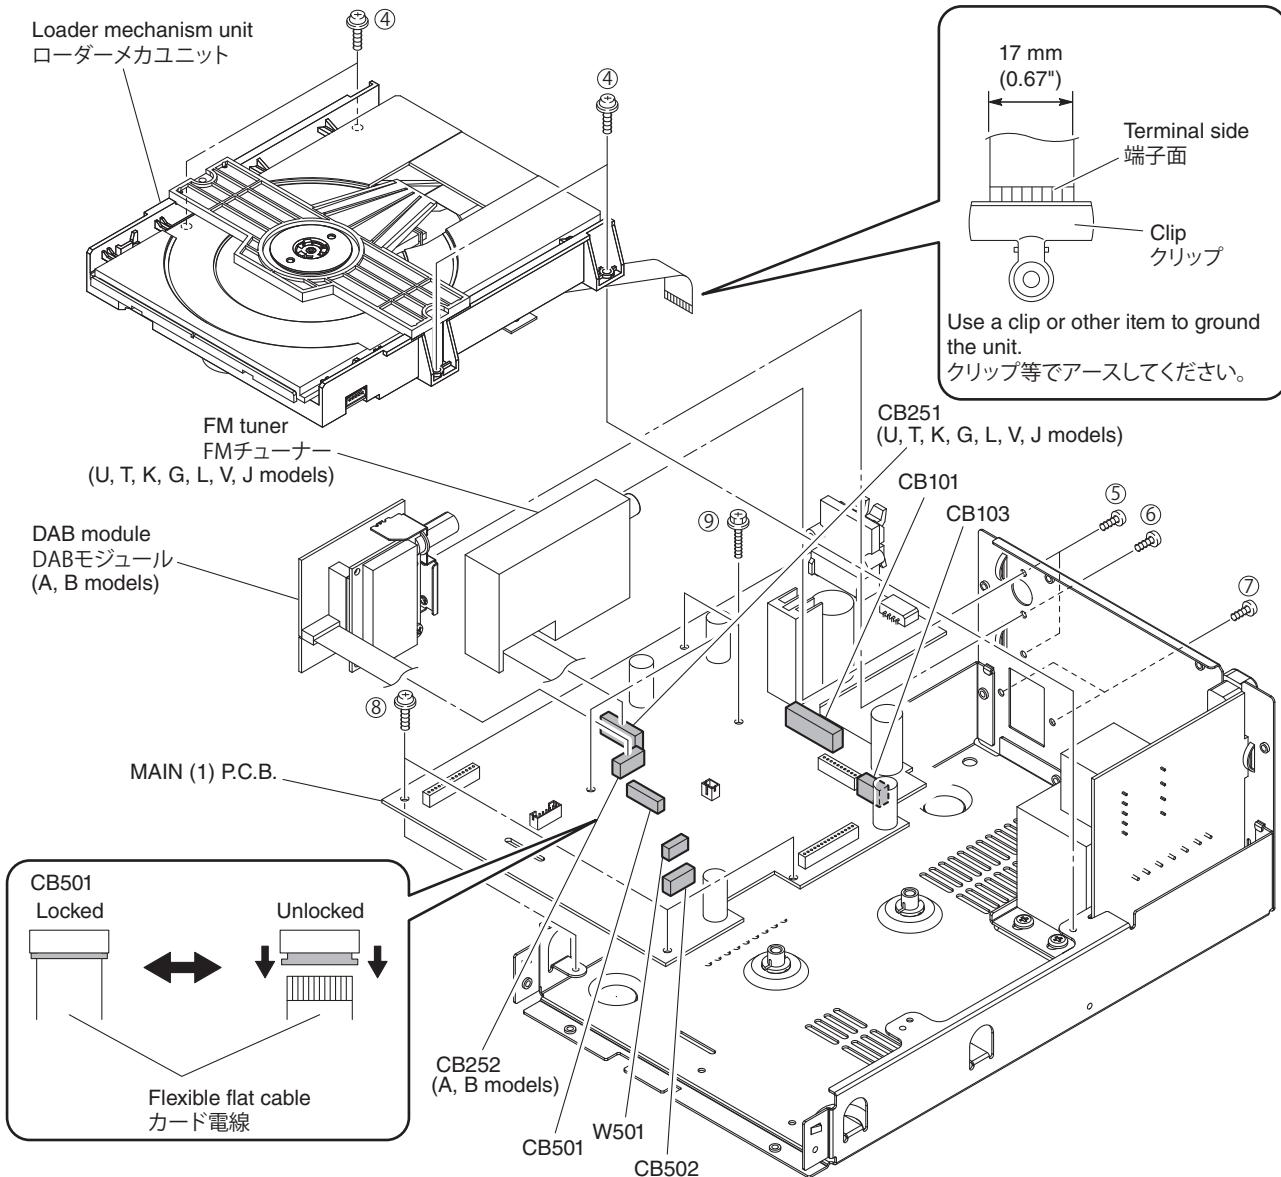

Fig. 2
- Remove 4 screws (④). (Fig. 2)
- Remove CB502 and W501. (Fig. 2)
- Unlock and remove CB4 and ground the terminal side of the flexible flat cable with a clip or the like. (Fig. 2)
- Remove the loader mechanism unit. (Fig. 2)
- Remove 2 screws (⑤). (Fig. 2)
- Remove CB251. (Fig. 2)
- Remove the FM tuner. (Fig. 2)
- Remove 2 screws (⑥). (Fig. 2)
- Remove CB252. (Fig. 2)
- Remove the DAB module. (Fig. 2)
4. Removal of MAIN (1) P.C.B.
- Remove 2 screws (⑦), 3 screws (⑧) and 3 screws (⑨). (Fig. 2)
- Remove CB101 and CB103. (Fig. 2)
- Remove the MAIN (1) P.C.B.. (Fig. 2)
- ④のネジ4本を外します。 (Fig. 2)
- CB502、W501を外します。 (Fig. 2)
- ロックを解除してCB501を外し、カード電線の端子面をクリップ等でアースします。 (Fig. 2)
- ローダーメカユニットを取り外します。 (Fig. 2)
- ⑤のネジ2本を外します。 (Fig. 2)
- CB251を外します。 (Fig. 2)
- FM チューナーを取り外します。 (Fig. 2)
4. MAIN (1) P.C.B. の外し方
- ⑦のネジ2本、⑧のネジ3本、⑨のネジ3本を外します。 (Fig. 2)
- CB101、CB103を外します。 (Fig. 2)
- MAIN (1) P.C.B.を取り外します。 (Fig. 2)